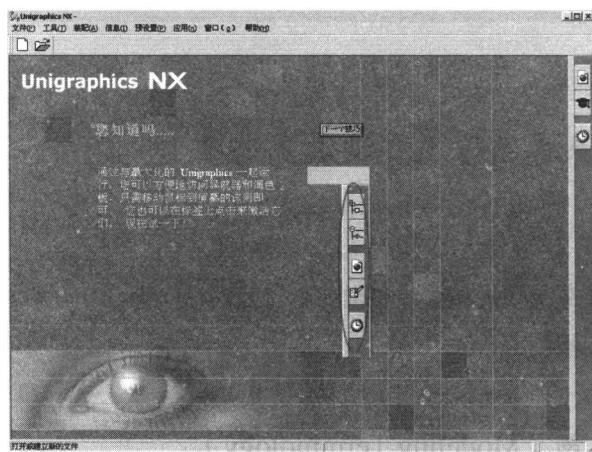

图 1-1 自定义操作的环境并提示功能小技巧
- (1) 易于学习（Ease to learning）：在进入 UG 时，启动一个更简易的选项栏。
(2) 可自定义操作的环境，提供简易教学的小技巧，如图 1-1 所示。